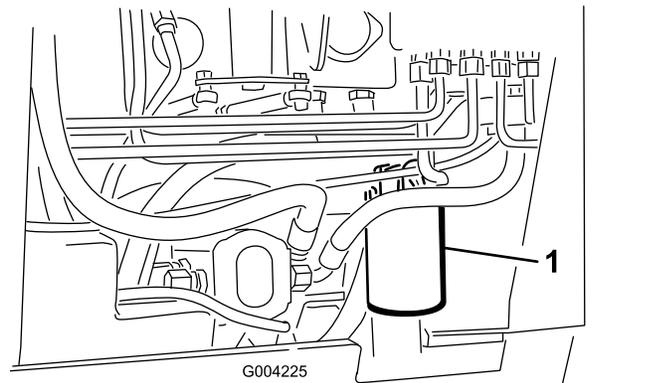

Bild 59
4. Stellen Sie eine Auffangwanne unter den Filter (Bild 59).
5. Entfernen Sie den alten Filter (Bild 59) und wischen Sie die Dichtfläche am Anbaustutzen ab.
7. Drehen Sie den Austauschfilter auf den Anbaustutzen auf (Bild 59). Ziehen Sie ihn nach rechts fest, bis die Gummidichtung den Anbaustutzen berührt. Ziehen Sie ihn dann um eine weitere 3/4 Umdrehung fester.